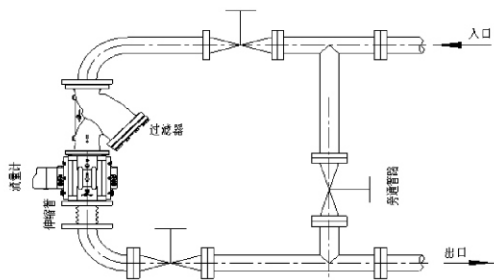

图5垂直安装
a) 垂直安装(见图5): 当垂直安装时, 气体进口端须在上方, 气流由上向下流动, 即上进下出。本公司建议用户尽可能采用垂直安装方式, 这样安装有助于转子对脏物的自洁能力。